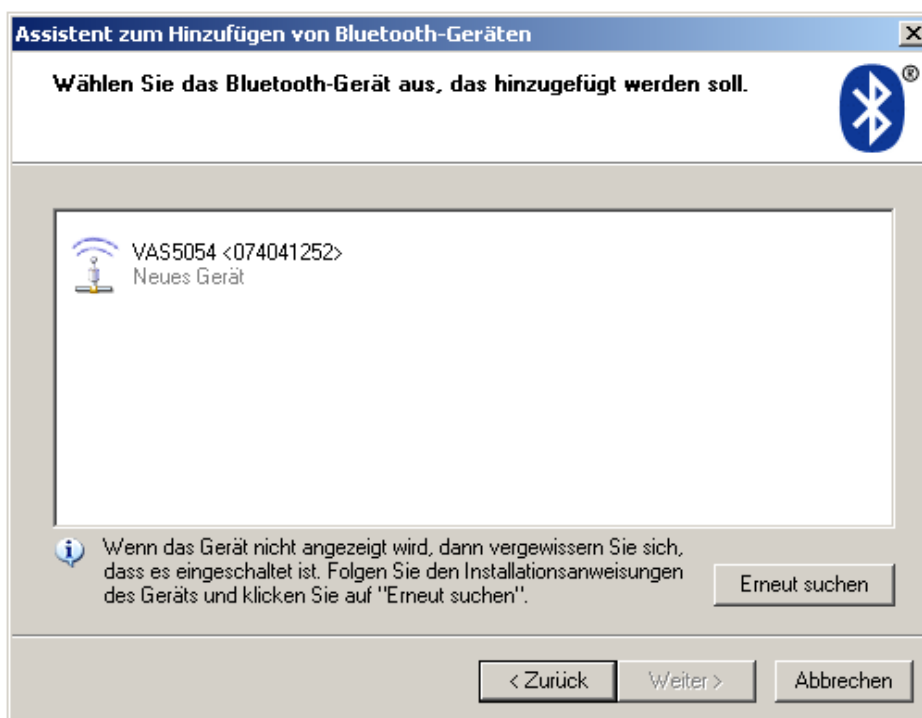

Рис. 1-7. Поиск устройств Bluetooth.
2. Ассистент осуществляет поиск доступных устройств Bluetooth. Перечень обнаруженных устройств выводится на дисплей (Рис. 1-7). Выбрать VAS 5054A и нажать **Weiter** (Далее).